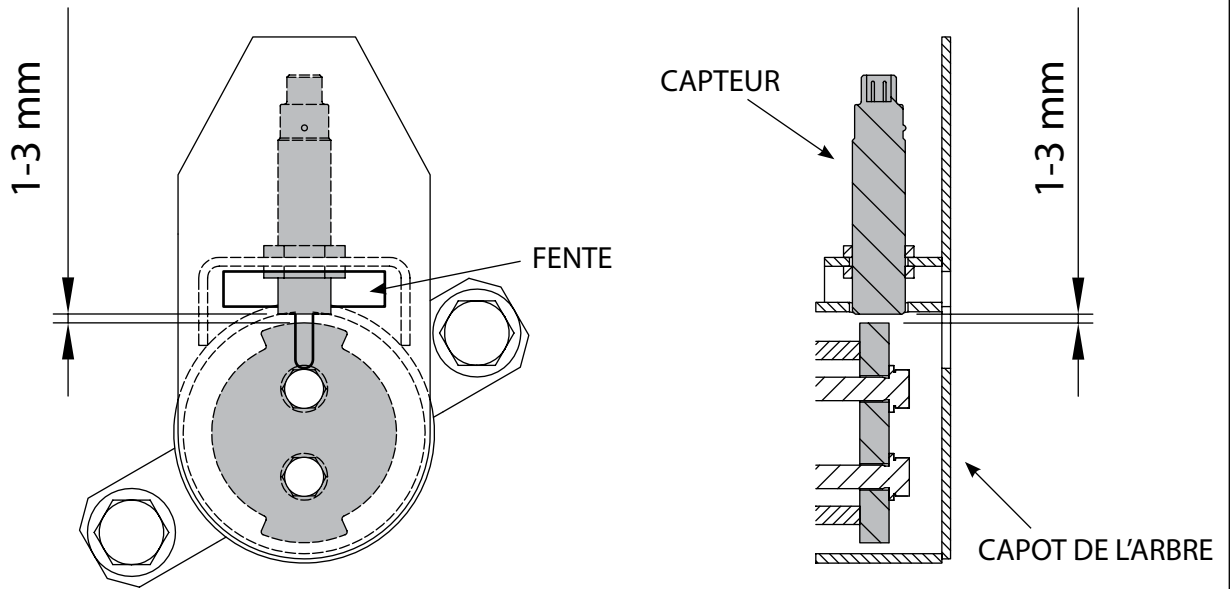

Fig. 22. Ajustement de No Stress
2. Insérez le capteur NO-STRESS dans l'orifice (20 mm). La pointe noire du capteur doit être à environ 1 - 3 mm de la goupille de la plaque d'extrémité. Tournez le disque de coupe pour que la goupille soit visible dans la fente de la protection de l'essieu. La distance entre le capteur et la goupille peut être vérifiée via la fente (voir la fig. 22). Si la distance du capteur est correcte, serrez ses écrous de fixation.